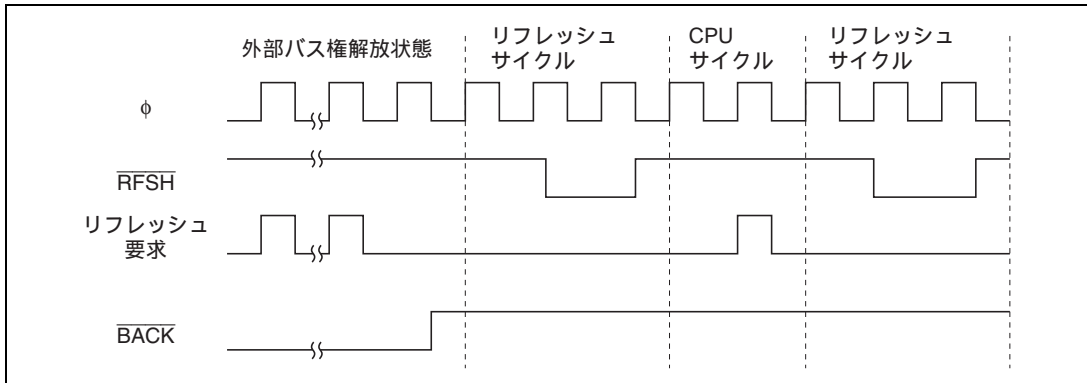

図 7.23 バス解放状態時のリフレッシュサイクル
- (1) 外部バス権解放状態、ソフトウェアスタンバイモード、またはバスサイクルがウェイトステートの挿入により長く続く場合、リフレッシュサイクルは実行されません。したがって、これらの状態では、別の方法でリフレッシュを行う必要があります。
- (2) 外部バス権解放状態中に内部でリフレッシュ要求が発生した場合、最初の要求が保持され、バス権解放状態解除後、リフレッシュサイクルが1回だけ実行されます。図7.23にその場合のバスサイクルを示します。